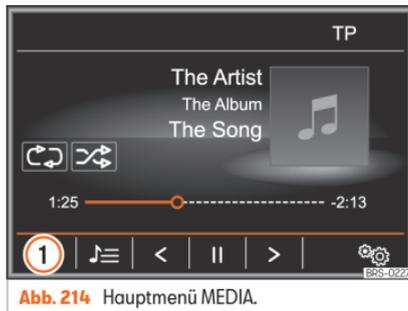

Abb. 214 Hauptmenü MEDIA.
- Funktionsfläche **»» Abb. 214 1** antippen und **(BT-Audio)** wählen.